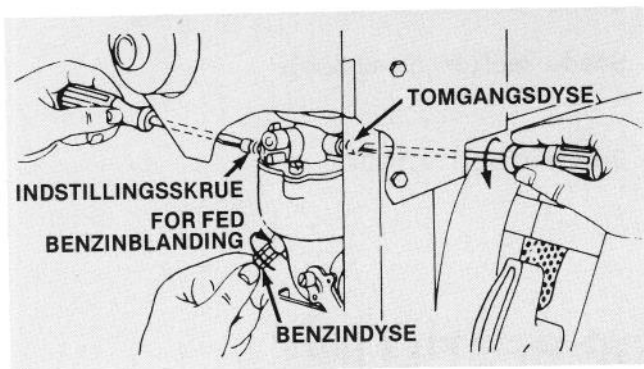

Fig. 44
1. Benzindysen (Fig. 44). Luk dysen nænsomt ved at dreje den med uret.
2. Drej — åben — benzindysen (Fig. 44) 1-1/2 omdrejning mod uret.
3. Tomgangsdysen (Fig. 44). Luk dysen nænsomt ved at dreje den med uret.
4. Drej — åben — tomgangsdysen (Fig. 44) 1/4 til 3/4 omdrejning mod uret.
6. Drej benzindysen (Fig. 44) med uret — indad, — indtil motoren begynder at gå ujævnt på grund af en for mager benzinblanding. Drej derefter dysen mod uret — udad — indtil motoren begynder at gå ujævnt på grund af en for fed benzinblanding. Derefter drejer De så dysen med uret til en midterstilling, og motoren skulle gå jævnt.
7. Sæt gaskontrollen tilbage til tomgang og drej tomgangsskruen (Fig. 44) til motoren går hurtigt i tomgang, 1750 opm.
8. Drej tomgangsventilen (Fig. 44) med uret — indad — indtil motoren begynder at gå ujævnt på grund af benzin-mangel. Drej derefter dysen mod uret — udad — indtil motoren begynder at gå
9. Drej igen tomgangsdysen til motoren går med 1750 opm (Fig. 44).